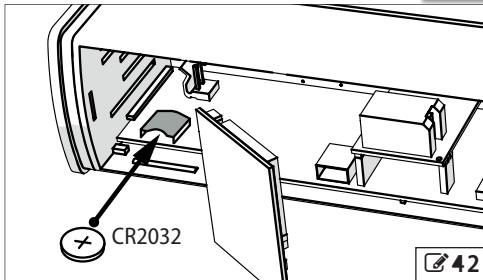

fig. 42
5. Introduire ou remplacer la pile CR2032 en respectant la polarité dans fig. 42.